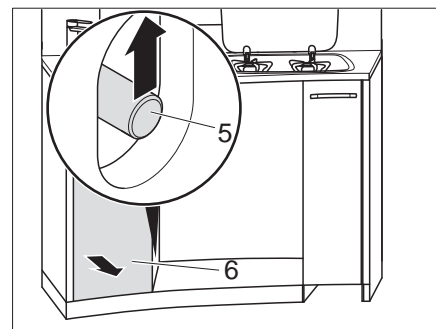

Bild 89 Hohe Küchenschublade entriegeln
- Durch die Öffnung greifen und Schubstange (Bild 89,5) nach oben schieben.